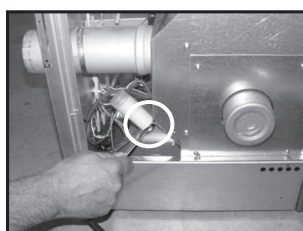

Figura 27
5. Allentare il dado del condensatore usando una chiave di misura 13. Vedere Figura 27.